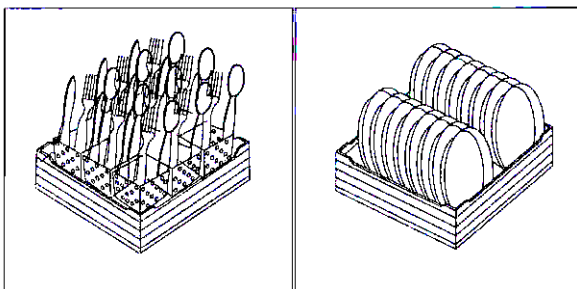

Рис. 11
- Установите тарелки на подставку, но не ставьте одну на другую (рис. 11).